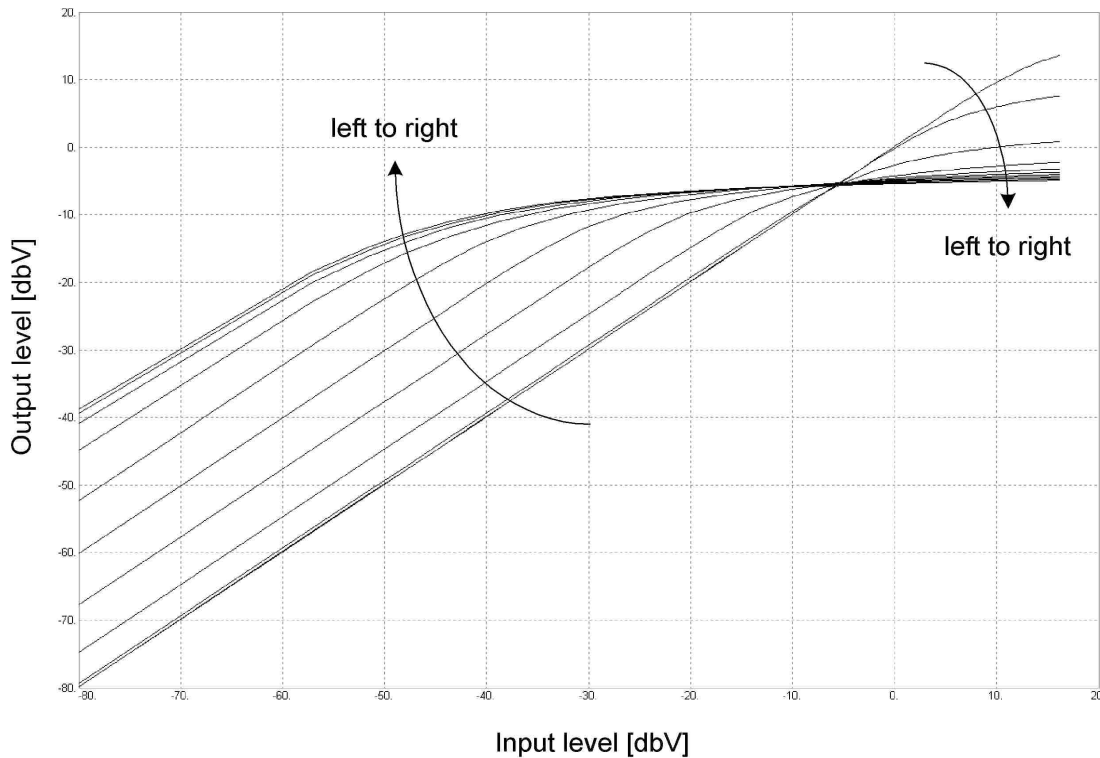

Abb.8.2.1 [compression]-Regler
Die Grafik Abb. 8.2.1 soll verdeutlichen, was mit zunehmenden Drehwinkel –von links nach rechts- des **[compression]-Reglers (3)** geschieht.